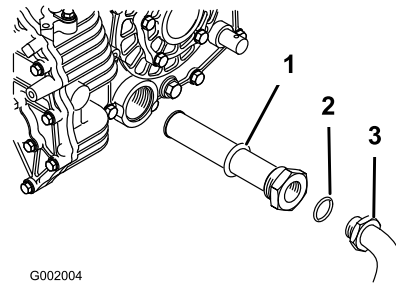

Bild 69
5. Nehmen Sie den Hydraulikschlauch und das 90° Anschlussstück ab (Bild 69).